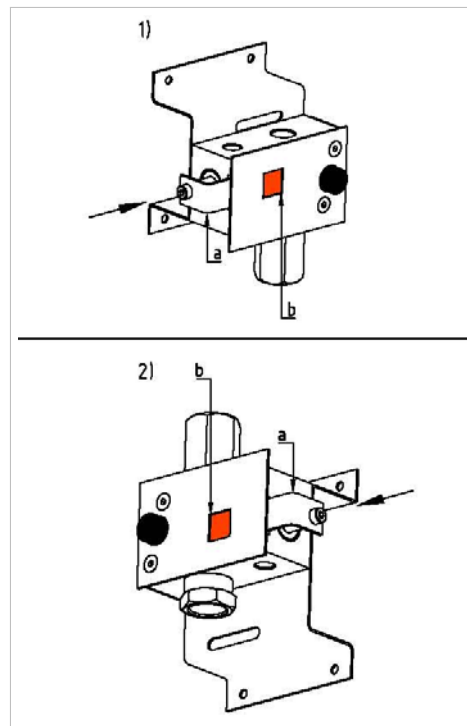

Abbildung 6: Stellung Sichtanzeige RTC
6. Stellung der Sichtanzeige prüfen. Sichtanzeige muss auf „grün“ sein, ansonsten Sichtanzeigewinkel zum Ventil drücken bis Sichtanzeige auf „grün“ ist (siehe Abbildung 6)!
Sobald die Sichtanzeige nicht auf „grün“ steht, oder der Schieber beim RTC-ZU-Ventil ausgefahren ist (Abbildung 6), ist möglicherweise CO_2 im System, alle angeschlossenen Bauteile der Anlage können unter hohem Druck stehen. Die CO_2 -Flasche ist wie im Punkt *Wiederinbetriebnahme/Rücksetzung* beschrieben zu entfernen.